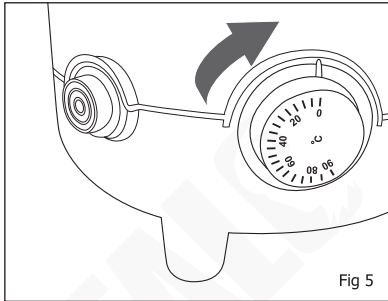

Fig 5
- Regolare il termostato sulla temperatura richiesta (Fig. 5).